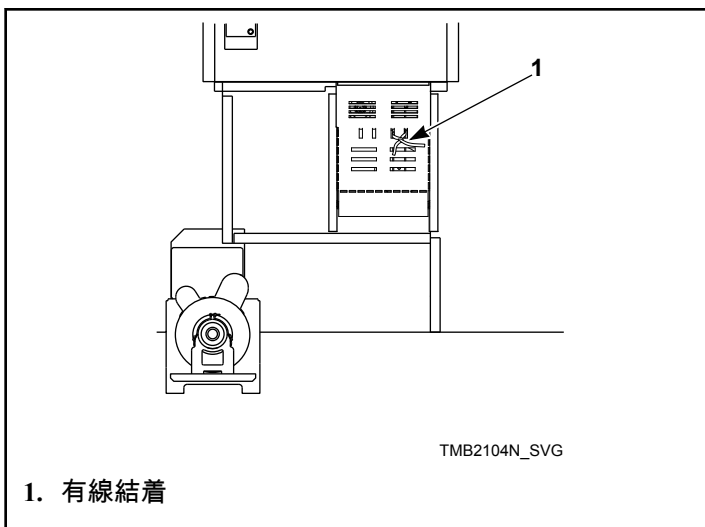

図 12
3. エアフロースイッチが動くように有線結着を外して、捨ててください。図 12 を参照。